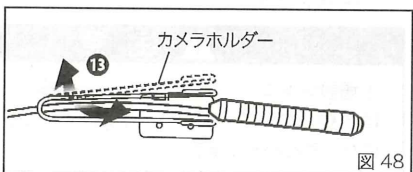

図 48
⑬付属のカメラホルダーを少し開き、ケーブルを通します。(図 48)